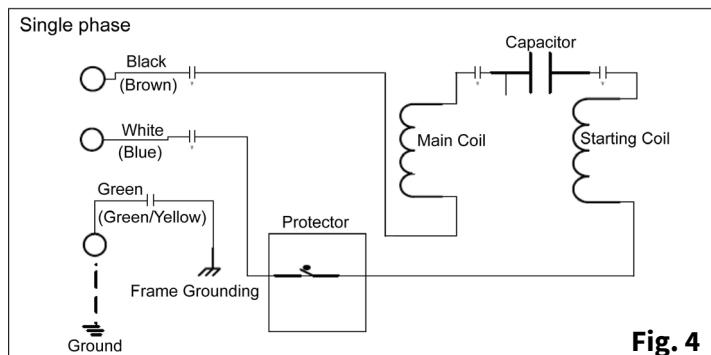

Fig. 4
- Bedraad zoals aangegeven voor het juiste startsysteem, zoals getoond in Fig. 4.